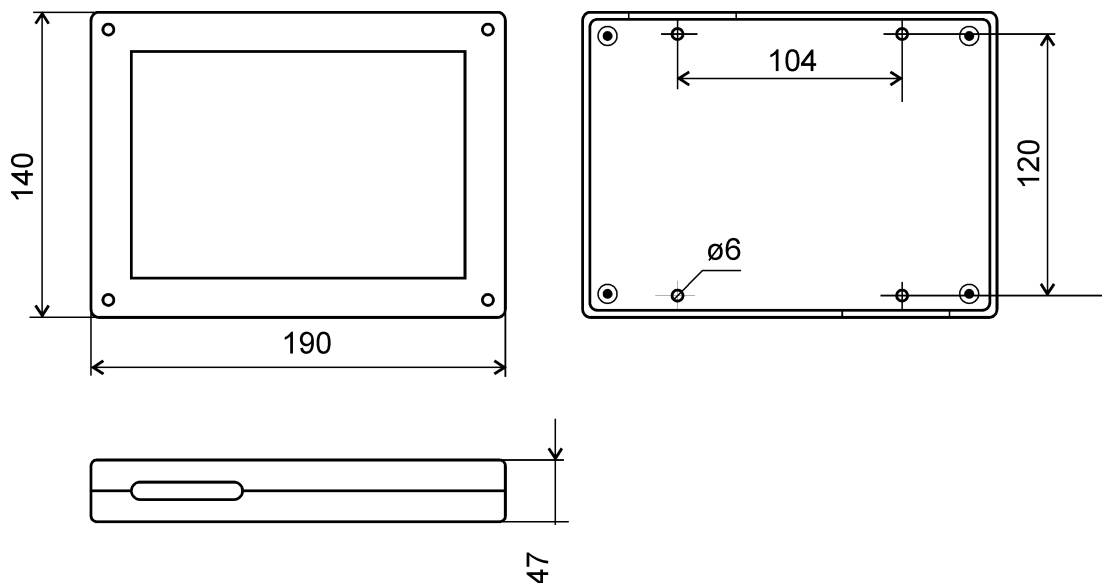

Рисунок 25
СФ-АР5008 поставляется в пластмассовом корпусе (рис.25). Корпус имеет съемную крышку, которая крепится с помощью четырех винтов. На задней стороне корпуса расположены 4 отверстия для крепления к стене. На торцах корпуса имеются монтажные отверстия.
- б) В соответствии с шаблоном на рис.25 установите модуль на стене. Установка модуля должна производиться на капитальной стене или перекрытии в местах, защищенных от атмосферных осадков, механических повреждений и доступа посторонних лиц.